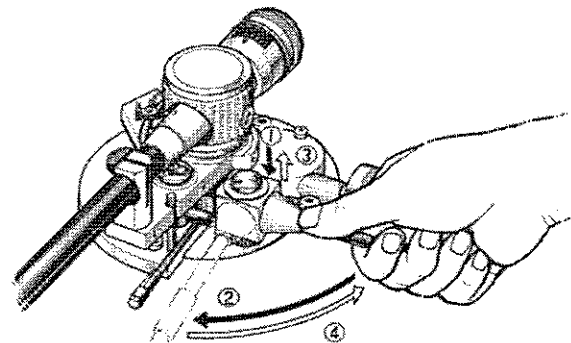

Fig. 14
4. Après avoir réglé la hauteur du bras, le verrouiller de la manière suivante (Fig. 14)
- ① Dégager le levier de verrouillage pour engager l'engrenage.
- ② En maintenant le levier de verrouillage pressé, le tirer vers soi (dans la direction de la flèche).
- ③ Le libérer pour le relever.
- ④ Le pousser. En répétant l'opération trois ou quatre fois, on serre le levier de verrouillage et le bras est fermement fixé.
- ① Den Verriegelungshebel nach unten drücken, um die Zahnräder in Eingriff zu bringen.
- ② Tonarm-Verriegelungshebel im gedrückten Zustand in Richtung des auf Fig. 14 weiß eingezeichneten Pfeils (von 2 nach 4) bewegen.
- ③ Den Hebel loslassen. Dadurch wird der Mechanismus ausgekuppelt.
- ④ Den Verriegelungshebel jetzt in Richtung des auf Fig. 14 schwarz eingezeichneten Pfeils (von 4 nach 2) bewegen. Durch drei- bis viermaliges Wiederholen dieses Vorgangs wird der Tonarm im Lager verriegelt und gegen versehentliche Bewegung geschützt.
- 4 Na instelling van de toonarmhoogte, de toonarm als volgt vergrendelen (Fig. 14)
- ① Druk de borghendel in om het mechanisme te koppelen.
- ② Met de borghendel ingedrukt, de borghendel naar u toetrekken (in de richting van de pijl)
- ③ De borghendel loslaten om deze omhoog te laten komen
- ④ Breng de borghendel terug. Door deze handeling drie of vier keer te herhalen, zullen borghendel en toonarm goed vast worden gezet
- 4 När Du ställt in tonarmshöjden; lås tonarmen på följande sätt: (Fig. 14)
- ① Tryck på spaken för att koppla i kuggarna
- ② Håll kvar trycket på spaken och för den mot Dig (i pilens riktning).
- ③ Släpp spaken så att den höjs
- ④ För tillbaka spaken. När Du upprepat rörelsen 3--4 gånger låses tonarmen och blir stadigt fixerad.